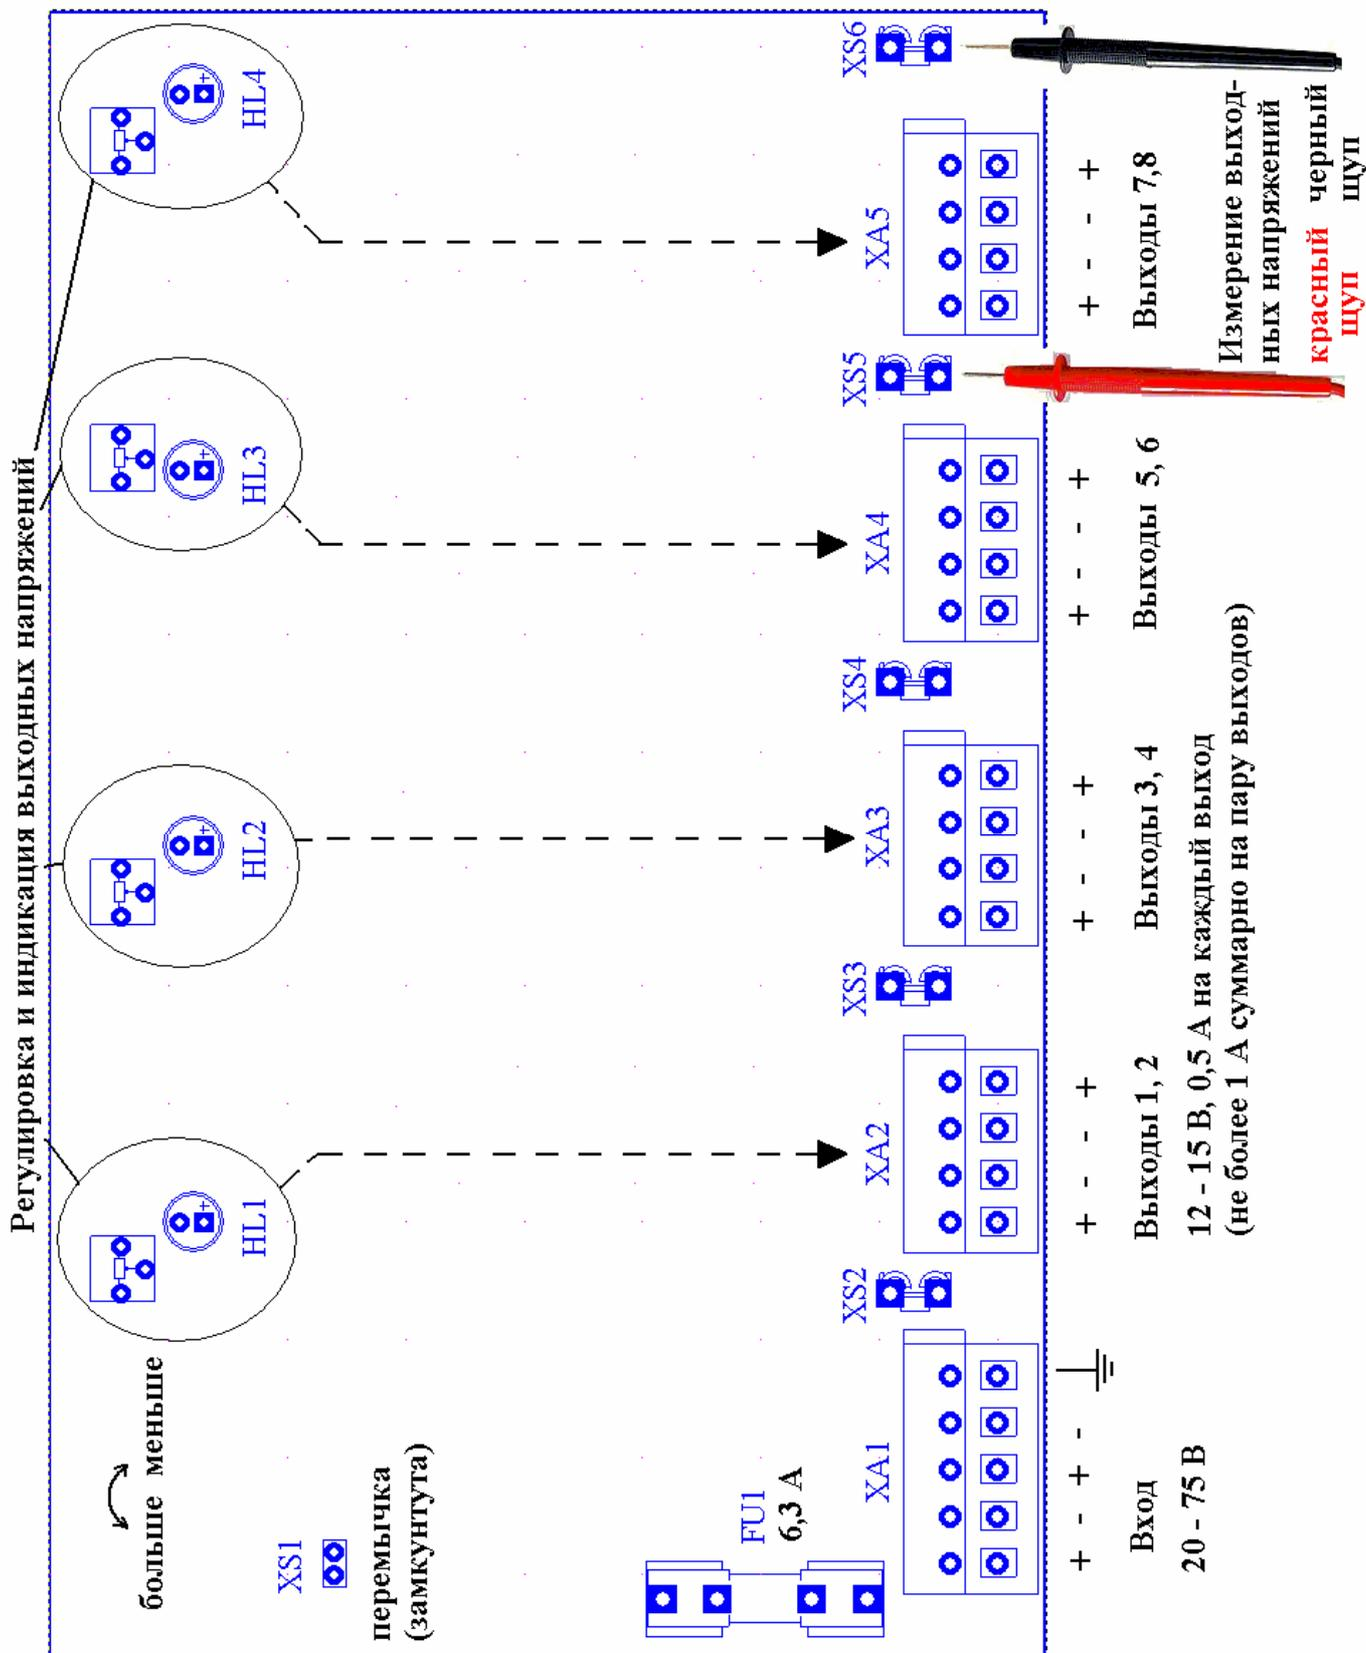

Рисунок 1. Преобразователь PN-V.8 исп. 5R. Элементы коммутации, управления и индикации.
Элементы коммутации, управления и индикации преобразователя показаны на рис. 1.
- Проверить правильность произведенного монтажа в соответствии с рис.1 в «Приложении А».
При необходимости компенсации падения напряжения на проводах, соединяющих выход преобразователя с нагрузкой, выходное напряжение может быть увеличено посредством подстроечного резистора соответствующей пары выходов (см. рис. 1):
Рекомендуется контролировать выходные напряжения цифровым мультиметром. Для подключения измерительных щупов мультиметра на плате имеются разъемы XS6 — общий и XS2 — XS5, подключенные к выходам 1, 3, 5, 7 соответственно (см. рис. 1).